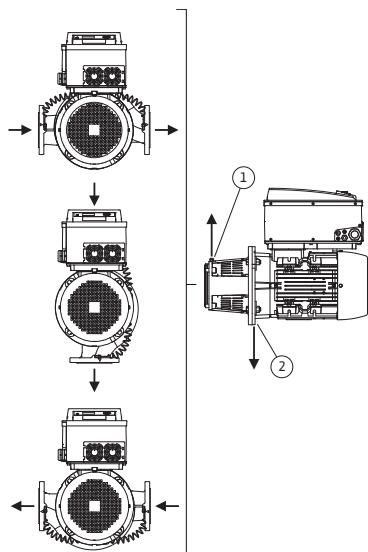
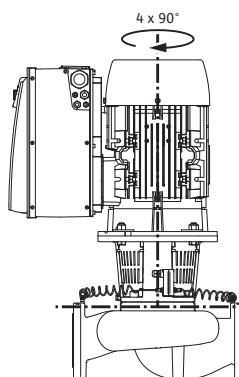

Fig. 18 : Positions de montage autorisées avec arbre de moteur horizontal
Fig. 19 : Positions de montage autorisées avec arbre de moteur vertical
Les positions de montage autorisées avec arbre de moteur horizontal et module électronique vers le haut (0°) sont représentées sur la Fig. 18. Les positions de montage autorisées avec module électro-nique monté latéralement ($+/- 90^\circ$) ne sont pas représentées. Toute position de montage sauf « Module électronique vers le bas » (-180°) est autorisée. La purge de la pompe n'est assurée que si la soupape d'échappement pointe vers le haut (Fig. 18, pos. 1). Seule cette posi-tion (0°) permet d'évacuer les condensats par les orifices existants, la lanterne de pompe et le moteur (Fig. 18, pos. 2). Pour ce faire, reti-rer le bouchon de la bride du moteur.
Les positions de montage autorisées avec arbre de moteur vertical sont représentées sur la Fig. 19. Toutes les positions de montage sont autorisées, position « Moteur vers le bas » exceptée.
- La soupape d'échappement sur la lanterne (Fig. 6, pos. 1.31) doit toujours pointer vers le haut pour un arbre de moteur horizontal (Fig. 6a: et Fig. 6b:). Si l'arbre de moteur est vertical, toutes les orientations sont autorisées. Voir à ce propos également Fig. 18 : « Positions de montage autorisées avec arbre de moteur horizontal », page 151 ou Fig. 19 : « Positions de montage autorisées avec arbre de moteur vertical », page 151.
- En cas d'arbre de moteur à l'horizontale, la position vers le bas de l'orifice de condensation est obligatoire (Fig. 18, pos. 2). Le cas échéant, il faut tourner le moteur en conséquence.